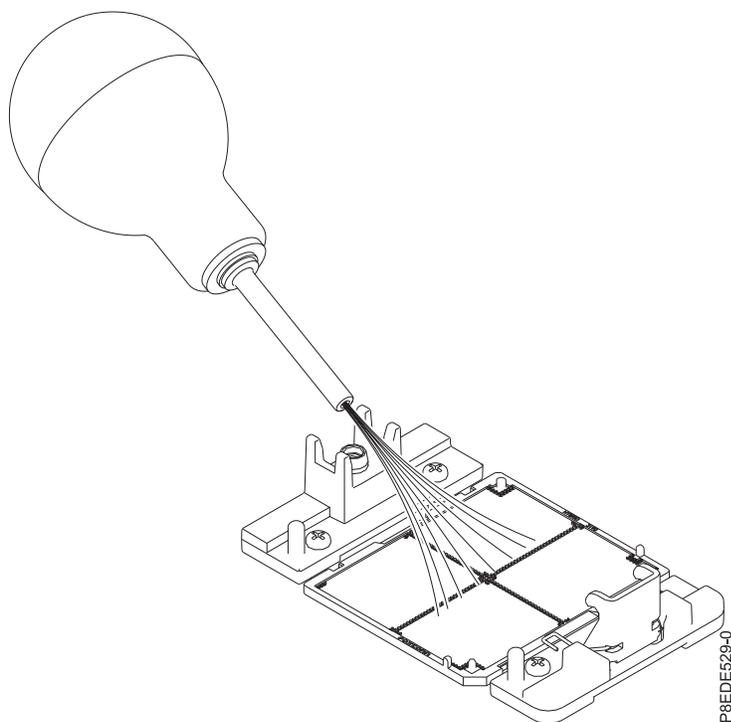

Figura 76. Removendo poeira e fragmentos do soquete do processador do sistema
- a. Se houver poeira ou fragmentos no soquete do processador do sistema, use a bomba de ar fornecida (número da peça 45D2645) para limpar o soquete. Solte pequenas rajadas de ar do centro para os lados do soquete, conforme mostrado em Figura 76 na página 69.